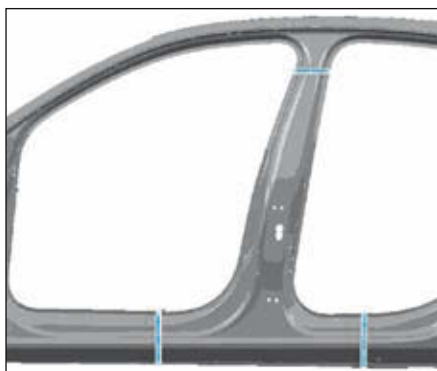

FIG.36
- Préparer les zones d'accostage et couper la nouvelle pièce (Fig.36).